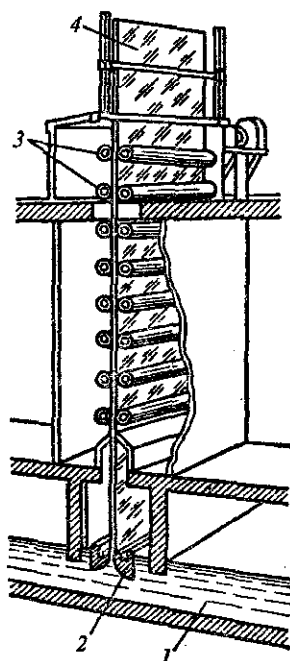

Рис. 11.4. Машина для вытягивания листового стекла: 1 — расплавленное стекло; 2 — лодочка; 3 — вальцы; 4 — стеклянная лента
Для получения специального стекла изменяют состав исходной смеси. Заменяя соду  $\text{Na}_2\text{CO}_3$  поташом  $\text{K}_2\text{CO}_3$ , получают тугоплавкое стекло (для химической посуды). Заменяя мел  $\text{CaCO}_3$  оксидом свинца (II)  $\text{PbO}$ , а соду поташом, получают *хрустальное стекло*. Оно обладает большой лучепреломляющей способностью и применяется для изготовления художественной посуды. Добавки оксидов металлов к исходной смеси придают стеклу различную окраску: оксид хрома (III)  $\text{Cr}_2\text{O}_3$  — зеленую, оксид кобальта (II)  $\text{CoO}$  — синюю, оксид марганца (IV)  $\text{MnO}_2$  — красновато-лиловую и т. д. Стекла при повышении температуры постепенно размягчаются и переходят в жидкое состояние. Обратный процесс также осуществляется постепенно — стеклянная масса загустевает по мере остывания. На этом свойстве стекла основано формирование из него различных изделий. С помощью машин из стеклянной массы вытягивают листовое стекло (рис. 11.4).